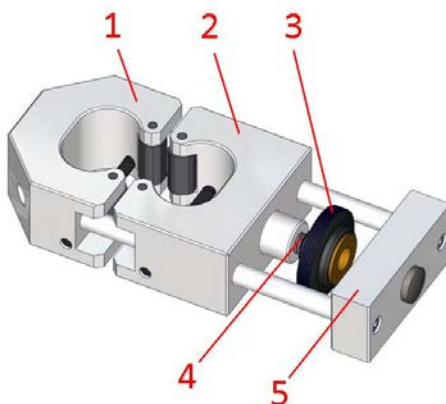
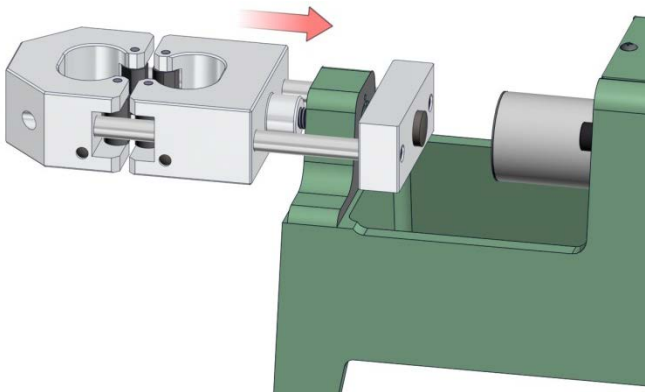

Figura 5.5.1
Figura 5.5.2
1. Remova o grande botão serrilhado (Item 3, Figura 5.5.1) do parafuso de ajuste grande (Item 4, Figura 5.5.1) do acessório de resistência à tensão do acessório de resistência à tensão a frio.
2. Arraste com cuidado o ressalto e o parafuso de ajuste na parte de trás da mandíbula da ferramenta direita (Item 2, Figura 5.5.1) através do furo na base da máquina de resistência universal. Consulte a Figura 5.5.2. em baixo.
2. Com os grampos direito e esquerdo da ferramenta (Itens 1 e 2, Figura 5.5.1) comprimidos entre si, insira uma amostra de areia padrão tênsil 'osso de cão' entre as peças da ferramenta. (Consulte a Figura 5.4.4).